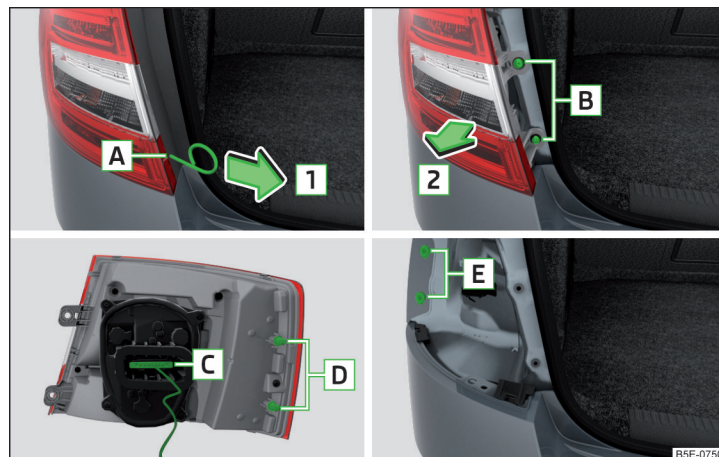

Abb. 360 Leuchte ausbauen
- › In die Öffnung **A**¹⁾ » Abb. 360 den Bügel zum Abziehen der Radvollblenden einführen.
- › Die Leuchte mit den Zapfen **D** in die Aufnahmen **E** in der Karosserie einsetzen » Abb. 360.